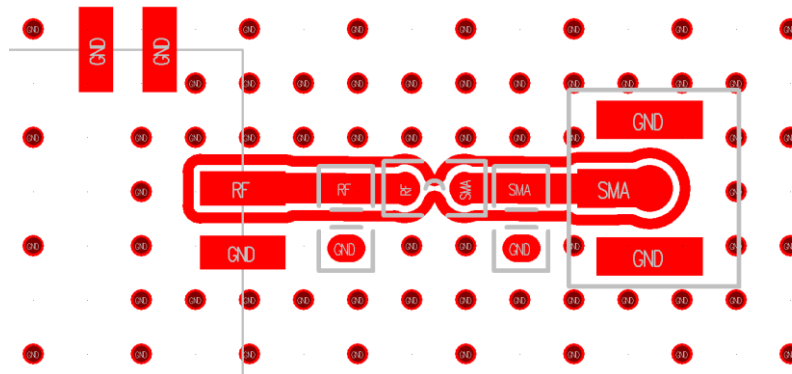

图 4-1 RF 走线示意图
PCB 中的射频走线如图 4-1 所示，需要注意下列事项：
6. RF 传输线特征阻抗为  $50\ \Omega$  欧姆，推荐 28 mil 线宽，8 mil 间距，具体根据 PCB 板层数和叠构调整（但宽度不应小于 12 mil）。走线和 SMA 天线连接处最好采用渐增线以降低阻抗突变，参见图 4-1。